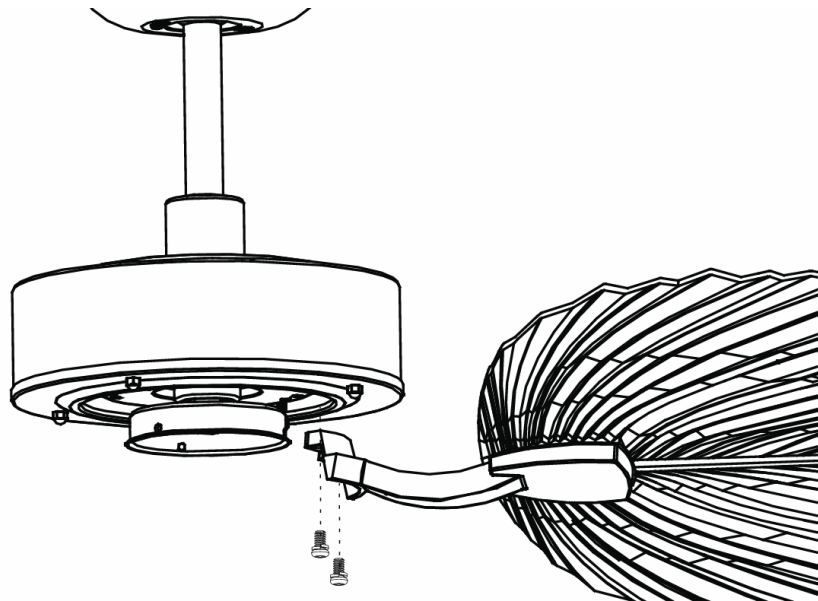

Abb. 5.2
2. Befestigen Sie die Ventilatorflügelereinheit an der Ventilatorbaugruppe, indem Sie die 2 Schrauben und Federscheiben festziehen. (Abb. 5.2)